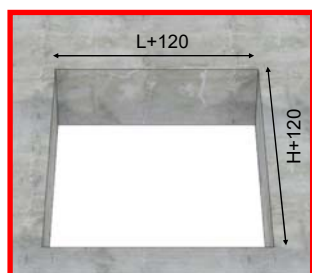

Fig.1
- Percer le plancher en prévoyant un espace d'au moins ((L+120mm) et H+120mm) par rapport à la section nominale du clapet coupe feu (fig 1)